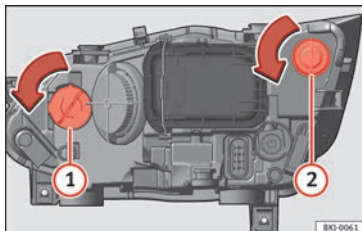

Bild 112 I motorrummet: blinkersglödlampa ① och varselljusglödlampa ②.
- Vrid lamphållaren » bild 112 ① eller ② åt vänster och dra.